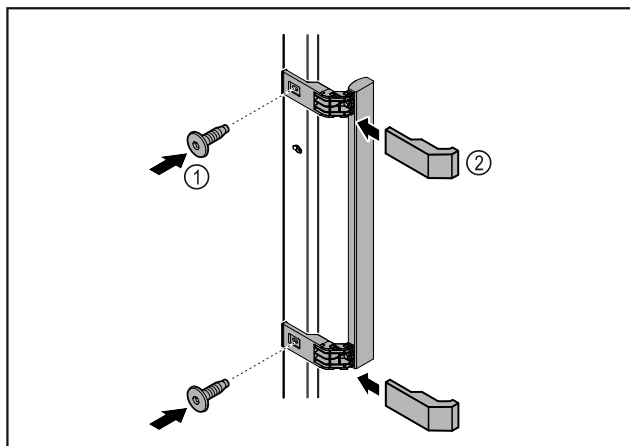

Fig. 5
- ▶ Iz paketa vzemite ročaj in ga privijte na vrata s priloženimi vijaki Fig. 5 (1).
- ▶ Namestite pokrov Fig. 5 (2).